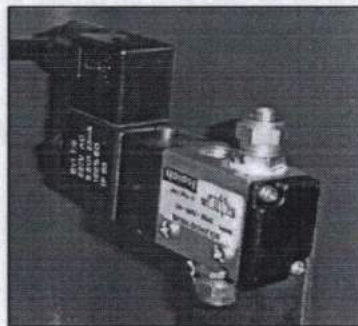

Figura 24
- Conecte o tubo de suprimento de ar comprimido 8 x 6 às mandíbulas de suprimento de ar da válvula eletromagnética pneumática dentro da caixa de controle. (Figura 24)